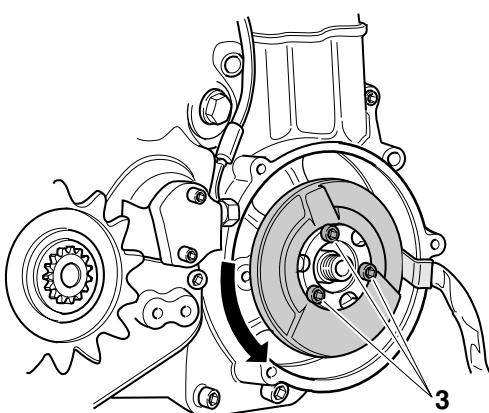

Fig.47
1. Allentare lo statore intervenendo sulle viti "3" di fig.47
6. Serrare le 3 viti "3"(Fig.47) di bloccaggio dello statore "4" utilizzando della **Loctite** frenofiletti di **Tipo medio 243**.
1. Loosen the stator by means of screws "3" (fig. 47).
6. Tighten the 3 screws "3" (Fig. 47) of to block of stator "4" utilizing **Loctite of middle type 243**.
1. Den Ständer mit den Schrauben "3" in Abb. 47 lockern.
6. Die 3 Schrauben "3" (Abb.47) zur Blockierung des Stators "4" festziehen: zu diesem **Zweck Loctite (Mittelart 243)** benutzen.
1. Desserrer le stator, en agissant sur les vis "3" (fig.47).
6. Serrer les 3 vis "3" (fig.47) blocage stator "4" en utilisant **Loctite Type moyen 243**.